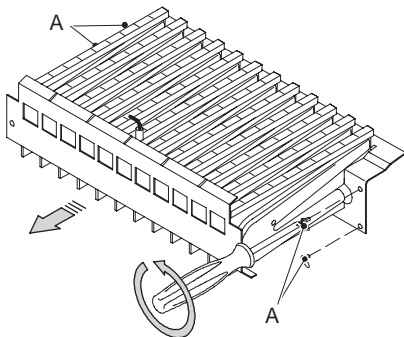

Figura 8.1
- Quite el panel anterior de la cámara de combustión y el quemador de la Figura 8.1.
- Vuelva a montar el quemador Figura 8.1, el panel anterior de la cámara de combustión y la pared móvil de la cámara estanca.